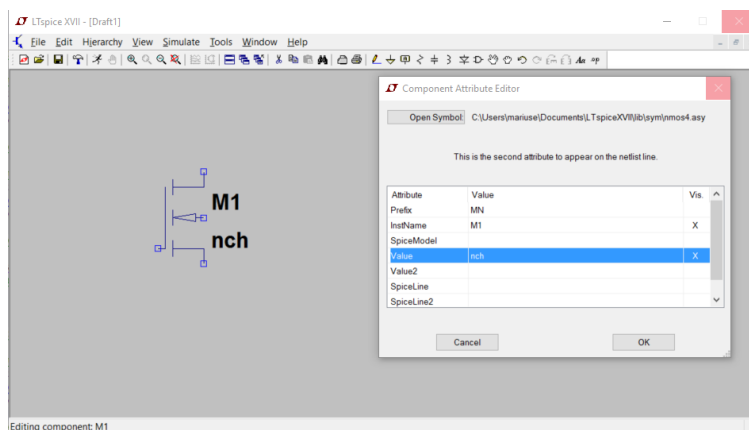

Figure A.12: LT Spice - Modificarea parametrilor W si L pentru tranzistorul nMOS.
6. Se vizualizează și editează lista parametrilor folosind *CTRL+Right Click* (se observă în Figure A.12),